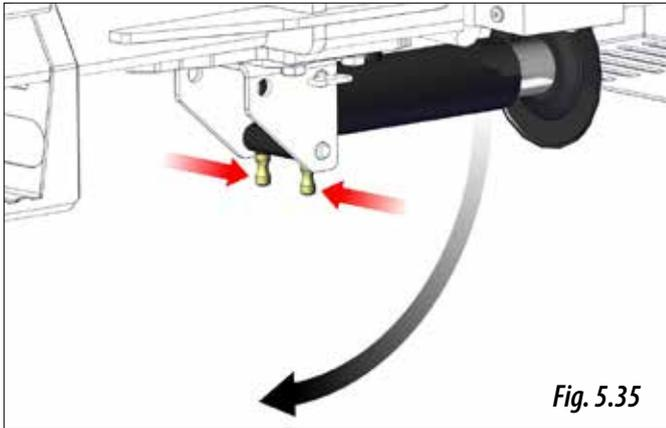

Fig. 5.35
- 1- Sujetar el pie de apoyo y actuar sobre los seguros para desbloquear la posición del pie (Fig. 5.35).